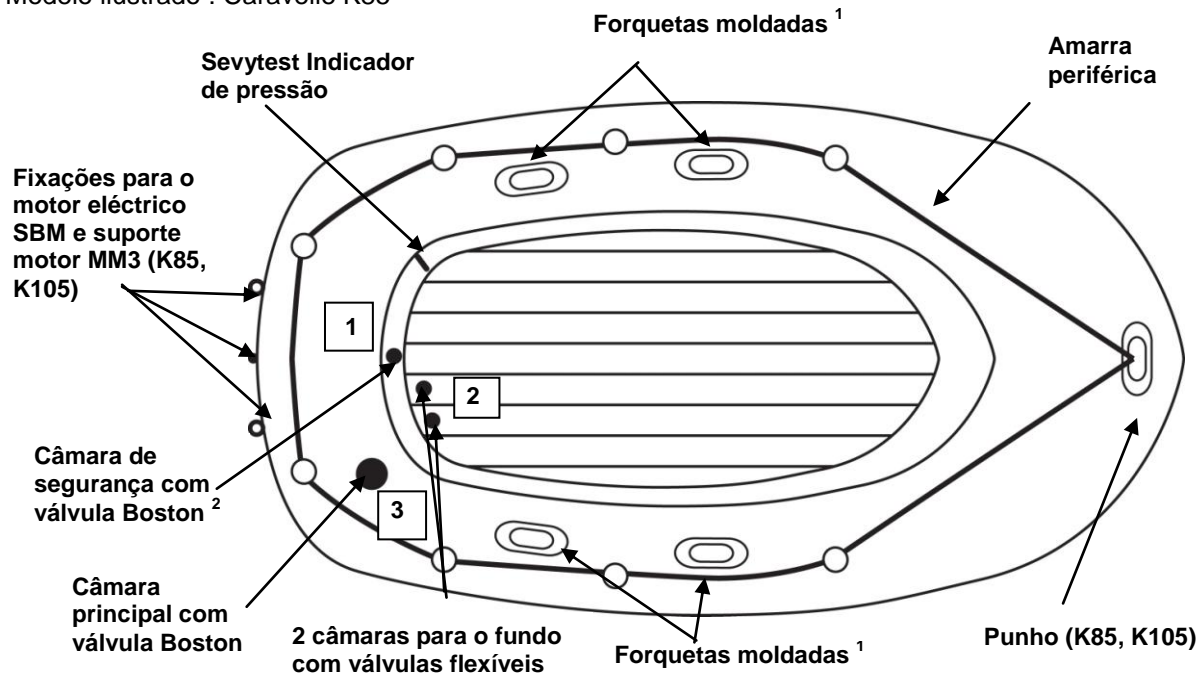

Figura 1
- Válvula(s) Boston (figura ao lado): desaparafuse a tampa da válvula (1), aparafuse o corpo da válvula (2) na base da válvula (3); mantenha esta a tampa acessível. Introduza a extremidade do tubo da bomba na válvula e encha até atingir o nível de pressão recomendado (ver ponto 3). Após o enchimento, fechar bem todas as válvulas com as suas tampas (no sentido dos ponteiros do relógio). **N.B.:** uma ligeira fuga de ar antes do fecho das válvulas com as suas tampas é normal. Apenas a tampa das válvulas assegura a **ESTANQUIDADE**.
2. Encha o barco segundo a ordem de enchimento indicada na placa matrícula impressa no barco (ver também a figura 1, a numeração das válvulas).
3. Nível de pressão máxima: **a pressão de utilização deste produto é de: 0,06 bar (= 60 mbar). Não a ultrapassa.** O seu barco está equipado com um indicador de pressão Sevytest que permite verificar a pressão. Encher primeiro a câmara de segurança (ver figura 1) até à marca "+" do Sevytest e depois a câmara principal (ver figura 1) até à marca "-". **Sobrepessão:** esvazie até atingir o nível de pressão recomendado. **Baixa de pressão:** volte a encher ligeiramente. **N.B.:** acontece que o indicador de pressão SEVYTEST não regressa à sua posição inicial após enchimentos frequentes devido a um alongamento do PVC sob a influência da pressão de enchimento. Mas, ainda assim, pode verificar se ele está posicionado nos limites dos níveis de pressão recomendados.